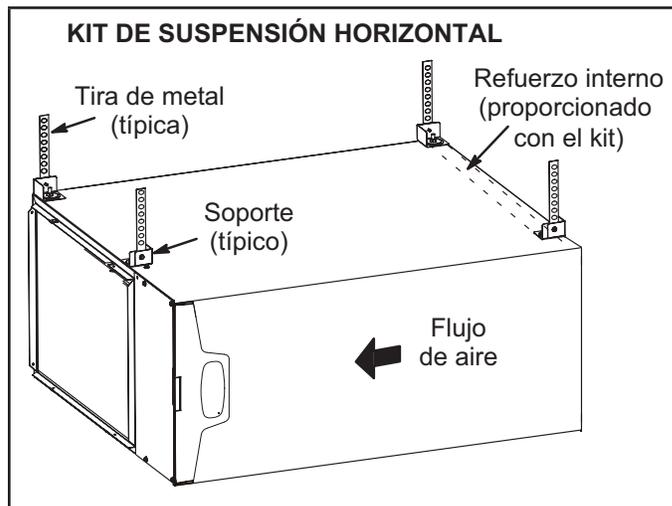

**FIGURA 17**
Consultar la "FIGURA 17" con respecto a los espaciamientos en aplicaciones horizontales.
- 1 - Seleccione la ubicación de la unidad teniendo en cuenta el espaciamiento de servicio y otros espaciamientos necesarios. Ver "FIGURA 17".